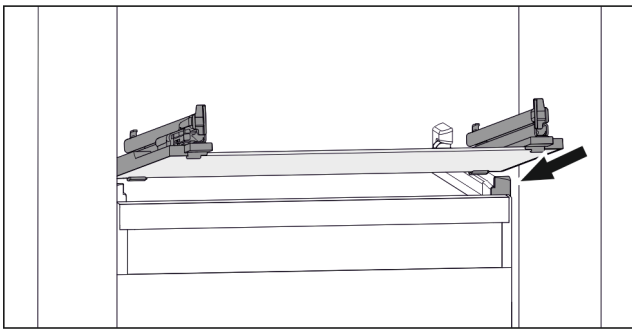

Fig. 110 Приблизне відображення скляної пластини
- ▶ Встановити скляну пластину за стопорами навкосою. (див. Fig. 110)